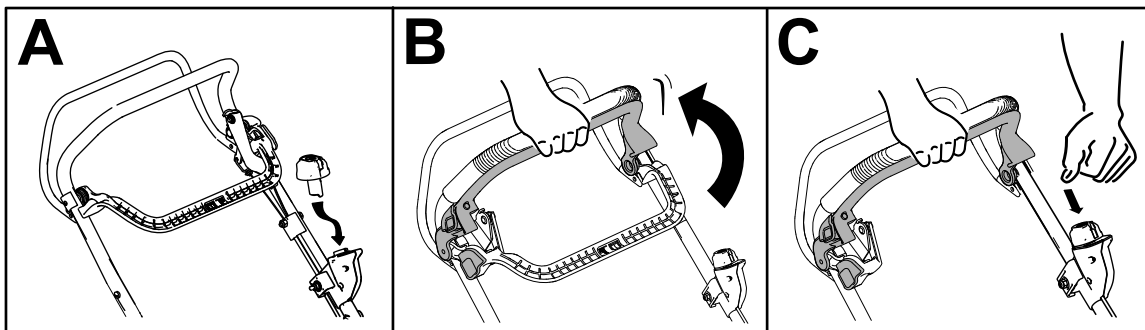

Figura 14
2. Introduzca el botón de arranque eléctrico en el interruptor de arranque eléctrico (Figura 14, A).
3. Apriete la barra de control de la cuchilla contra el manillar (Figura 14, B).
4. Pulse el botón de arranque eléctrico y manténgalo pulsado hasta que el motor arranque (Figura 14, C).